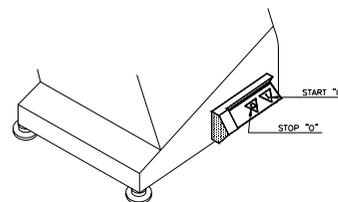

图22 - 开/关
- a) 按开始开关“**I**”然后按停止开关“**O**”来分别检查机器的开启与停止(图22)。